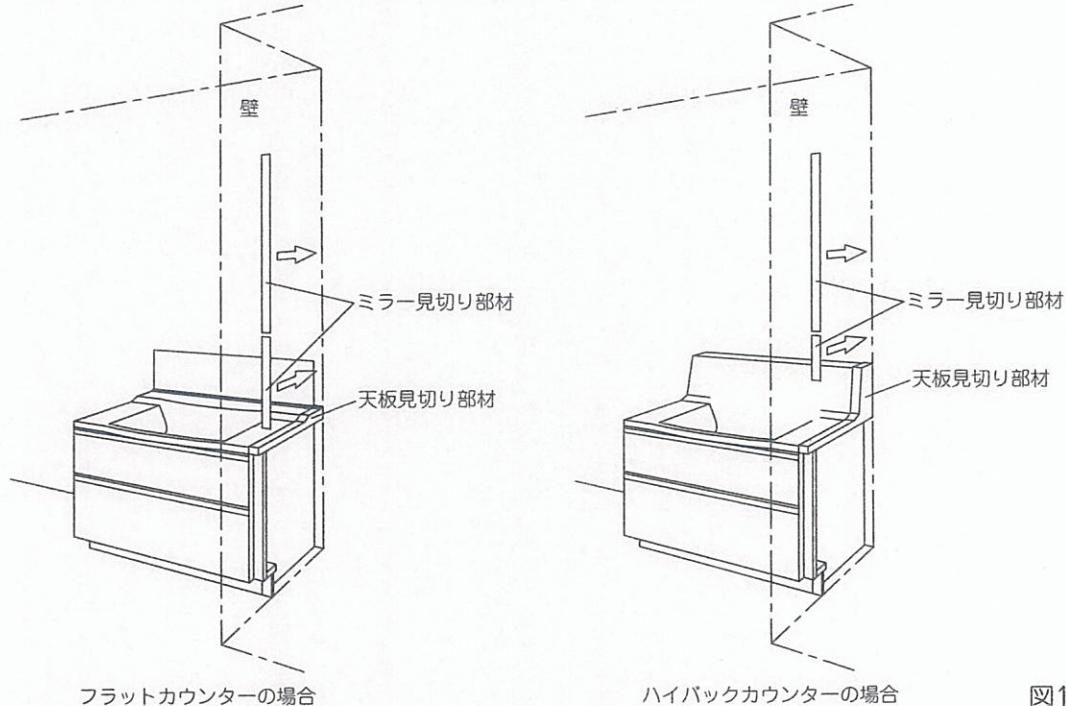

図12-3-3
③天板見切り部材の上に、ミラー見切り部材を貼付けてください。(図12-3-3)